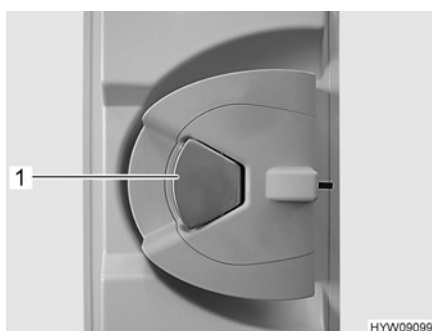

Bild 18 Türschloss (Eingangstür, innen)
Öffnen: ■ Wenn das Türschloss verriegelt ist: Am Türgriff (Bild 18,1) einmal ziehen. Die Tür ist entriegelt.
■ Am Türgriff (Bild 18,1) ziehen. Die Tür ist geöffnet.
Verriegeln: ■ Den Türgriff (Bild 18,1) drücken.